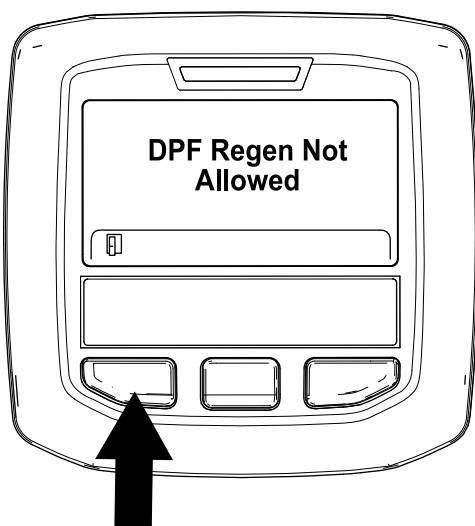

Figura 50
- Se il processo di rigenerazione non è consentito dal computer del motore, viene visualizzato il messaggio "Rigen. FAP non consentita" nell'InfoCenter (Figura 50). Premete il pulsante sinistro per uscire e tornare alla schermata Home.